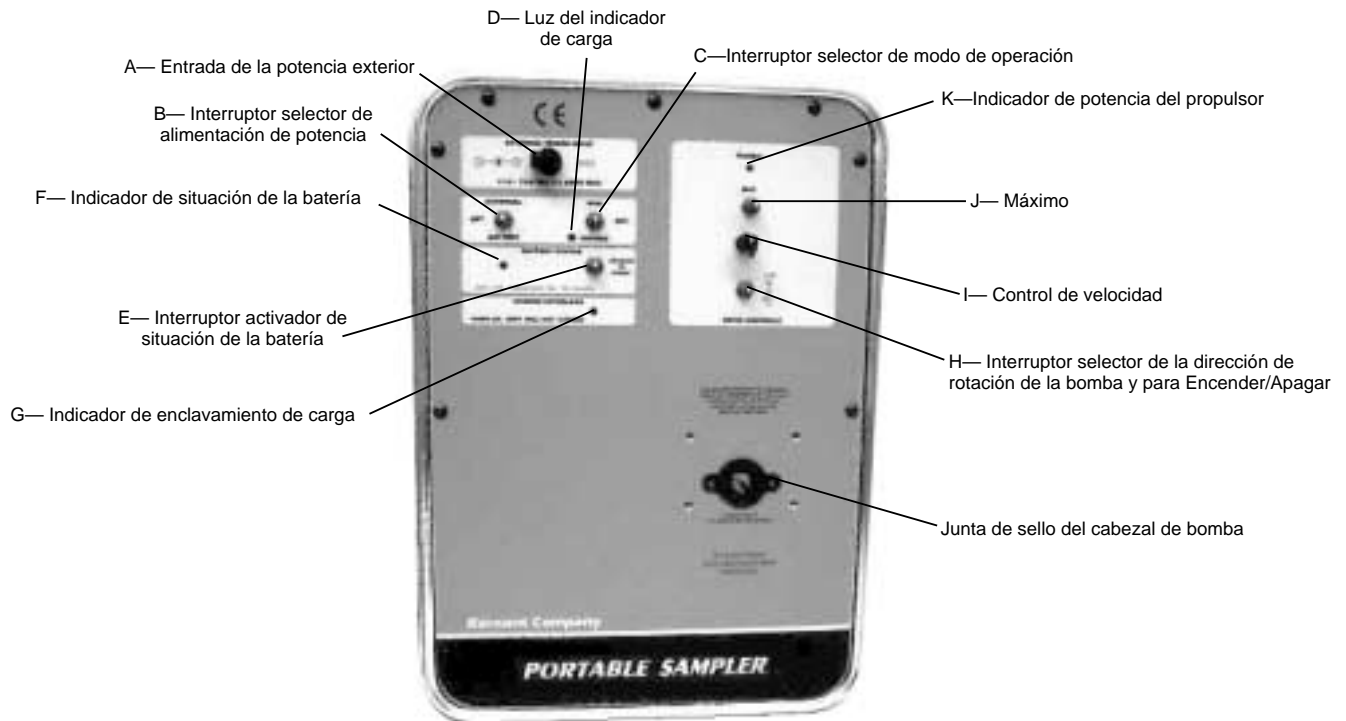

FIGURA 1 TABLERO DE CONTROL
- Conecte el convertidor de corriente CA/CC provisto al propulsor levantando la tapa del receptáculo de **ENTRADA DE POTENCIA EXTERIOR (A)** e introduciendo la clavija coaxial de corriente de 2,5 mm en el receptáculo. (Vea la Figura 1).
- A. Ponga el interruptor selector de alimentación de potencia (B), (EXTERNAL/BATTERY) en la posición “BATTERY”.
- B. Ponga el interruptor selector del modo de operación (C), (RUN/CHARGE) en la posición “RUN”.
- C. Haga una selección en el Interruptor selector de dirección de rotación On/Off (H), DER o IZQ. (Vea la Figura 1). (Para cambiar la dirección, primero desconecte la potencia poniendo este interruptor en la posición central [OFF]).
- D. Ajuste el caudal de la bomba con el Control de velocidad (I) de una vuelta, girando la perilla a la derecha para aumentar el caudal, o a la izquierda para reducirlo.
- E. Para “Cebarr el tubo”, mueva el Interruptor “MAX” (J), hacia arriba o hacia abajo, para que la bomba funcione a la máxima velocidad.
- B. Ponga el interruptor selector de modo de operación (C), (RUN/CHARGE) en la posición “RUN”.
- C. Haga una selección en el Interruptor selector de dirección de rotación On/Off (H), DER o IZQ. (Vea la Figura 1.) (Para cambiar la dirección, primero desconecte la potencia poniendo este interruptor en la posición central [OFF]).
- A. Ponga el interruptor selector de alimentación de potencia (B), (EXTERNAL/BATTERY) en la posición “EXTERNAL”.
- A. **Conecte el convertidor de corriente CA/CC provisto al propulsor** levantando la tapa del receptáculo **ENTRADA DE POTENCIA EXTERIOR (A)** e introduciendo la clavija coaxial de corriente de 2,5 mm en el receptáculo. (Vea la Figura 1).
- B. **Conecte el convertidor/alimentador de corriente CA/CC a una alimentación de corriente alterna. Ponga el selector de alimentación de potencia interruptor (B), (EXTERNAL/BATTERY) en la posición “EXTERNAL”.**
- C. **Ponga el interruptor selector del modo de operación (C), (RUN/CHARGE) en la posición “RUN”.**
- D. **Haga una selección en el Interruptor selector de dirección de rotación On/Off (H), DER o IZQ.** (Vea la Figura 1.) (Para cambiar la dirección, primero desconecte la potencia poniendo este interruptor en la posición central [OFF]).
- E. **Ajuste el caudal de la bomba con el Control de velocidad (I) de una vuelta, girando la perilla a la derecha para aumentar el caudal, o a la izquierda para reducirlo.**
- F. **Para “Cebiar el tubo”, mueva el Interruptor “MAX” (J), hacia arriba o hacia abajo y sujételo en esa posición, para que la bomba funcione a la máxima velocidad.**